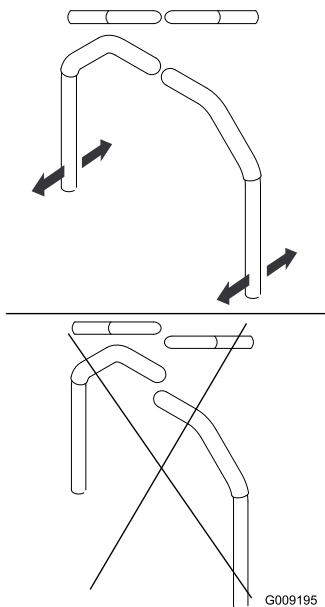

Рисунок 63
4. Вирівняйте важелі в положенні спереду на зад, поєднавши важелі разом у НЕЙТРАЛЬНОМУ положенні, та посунувши їх, доки вони не вирівнюються, потім затягніть болти (Рисунок 63).